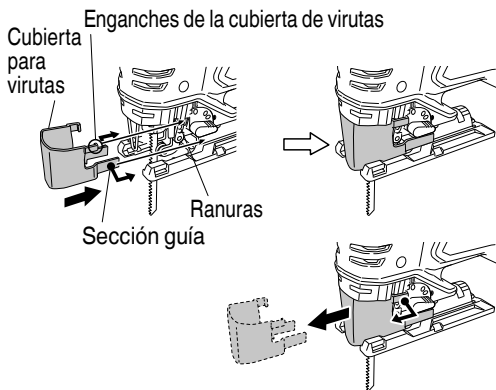

Fig.17
10. Acoplar y desacoplar la cubierta de virutas (Fig. 17)